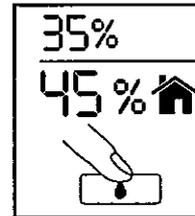

Fig. 20
- Pour changer le degré d'humidité de «fonctionnement continu» à une valeur spécifique, pressez la touche de l'humidistat jusqu'à ce que la valeur désirée s'affiche. Pressez, par exemple, la touche de l'humidistat une fois pour régler le degré d'humidité à 35 % (fig. 20).